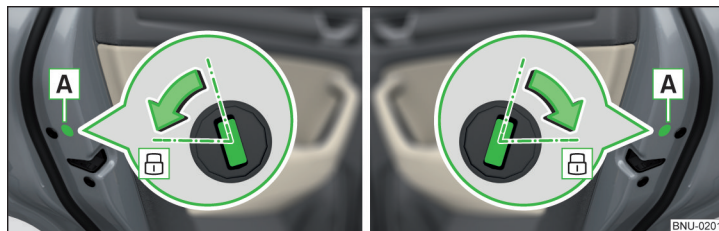

Fig. 358 Porte gauche/Porte droite
- Pour les véhicules avec le cache [A], enlever ce cache » fig. 358.